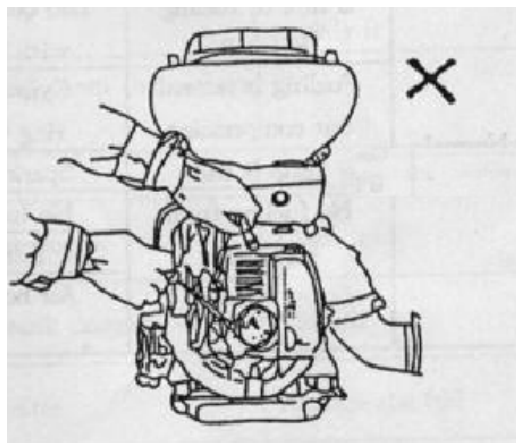

Рис. 15. Неверно!
1. **Двигатель стартует с трудностями или вообще не запускается.** Проверьте, проскакивает ли искра в свече зажигания. Завинтите свечу зажигания, сомкните контакт свечи с цилиндром. Потяните стартер и пронаблюдайте, есть ли искры между контактами. Тяните стартер осторожно, не касаясь металлических частей свечи зажигания во избежание поражения электрическим током, см. Рис. 15.